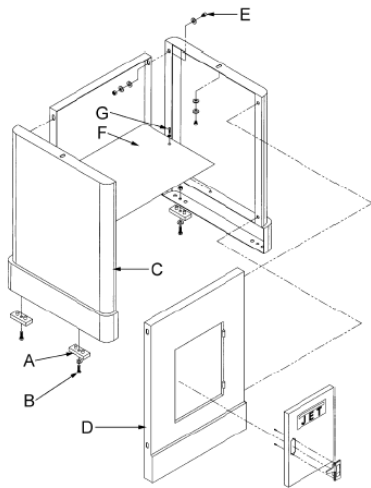

Рис. 1
Закрепите четыре резиновых опоры (А) (Рис. 1), на двух боковых сторонах тумбы с помощью 4 винтов, 4 шайб и 4 шестигранных гаек.
Скрепите боковые части (С) (Рис. 1) и переднюю панель (D) с помощью 4 шестигранных болтов, 8 шайб, 4 гроверных шайб и 4 шестигранных гаек (E). Закрепите вставку (F) двумя 2 винтами M5 (G) и 2 гроверными шайбами. Закрепите заднюю стенку и перед тем, как затянуть все болты, проследите, чтобы тумба стояла на ровной поверхности.